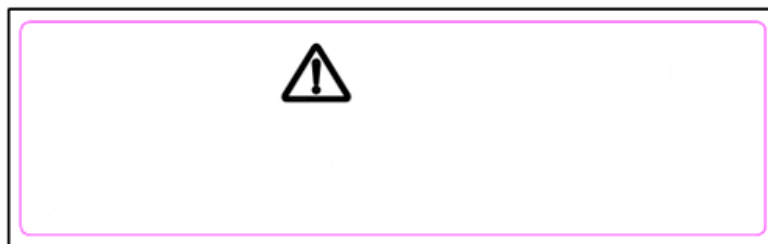

Рисунок 8 – Знак некорректной работы измерительной системы
**2.3.6** Появление значка (рисунок 8) свидетельствует о некорректной работе измерительной системы (появляется в результате ошибок самодиагностики и неожиданных состояний аппаратных средств измерительной системы и исполнительных устройств счетчика), а также при воздействии внешнего магнитного поля. Появление этого значка требует сервисного обслуживания.